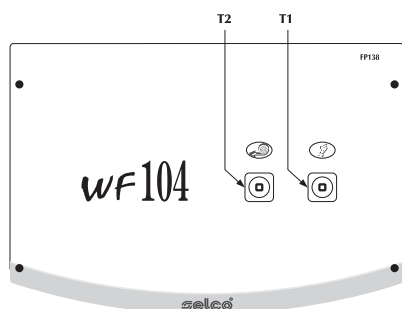

Fig. 18
- 1) Anslut jordledningens kontakt (Fig. 18) till generatorns positiva uttag (+).